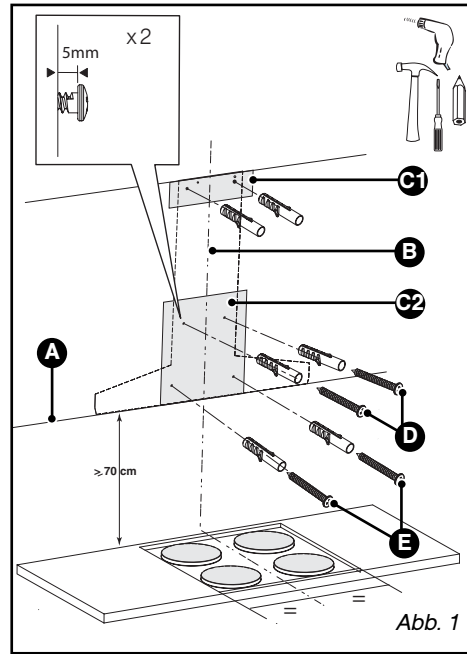

Abb. 1
– Die beiden Schrauben oben an der Dunstabzugshaube einschrauben (D/Abb. 1) und sie 5 mm überstehen lassen.